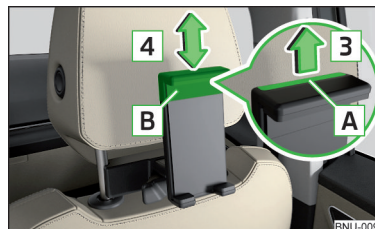

Fig. 127
- Pentru **adaptarea înălțimii suportului**, trageți curelușa de siguranță **A** în sensul săgeții **3** și deplasați piesa **B** în sensul săgeții **4** în poziția dorită » fig. 127.